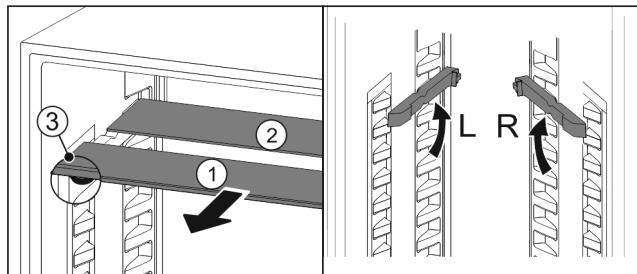

Fig. 33
- По одной извлеките Fig. 33 (1) стеклянные панели движением вперед.
- ▷ Стеклянная панель Fig. 33 (1) с декоративной планкой лежит спереди.
- ▷ Стопоры Fig. 33 (3) показывают вниз.